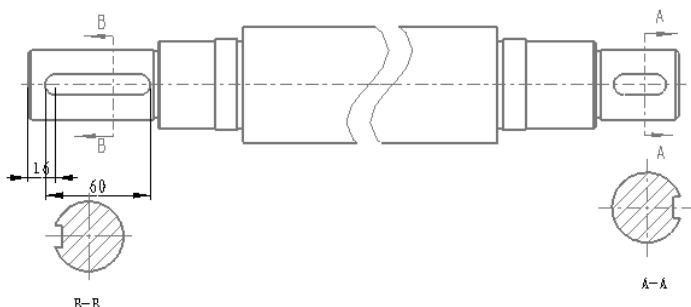

图 5.9.5 清除尺寸
(3) 完成上步操作后,“清除尺寸”对话框被激活,取消 ☐ 创建捕捉线 复选框,依次单击对话框中的 **应用** 和 **关闭** 按钮,则视图中的尺寸显示如图 5.9.5 所示。